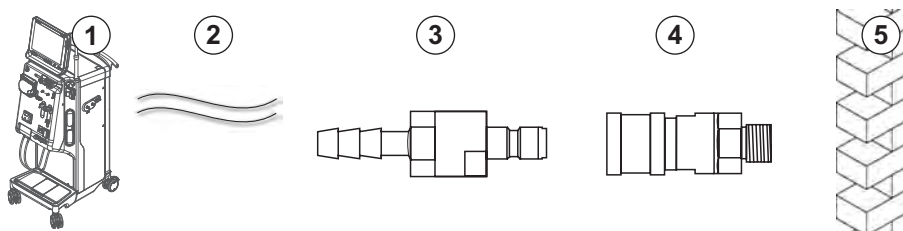

Bild 4-6 Dialysatutlopp med Aquaboss-kopplingar
- 1 anslutningsnippel hane (Bild 4-6, ③), material 1.4571 EPDM
- 1 slangkoppling hona (④), den flexibla slangens innerdiameter 9 mm, material 1.4571 EPDM
1. Anslut slang (②) till maskinen och fixera med slangklämma eller med en öronklämma.
2. Anslut förslutningsnippel hane (③) till slang (②) och fixera med slangklämma eller med en öronklämma.
3. Anslut förslutningsnippel hane (③) till slangkoppling hona (④), som sitter fast i väggen.